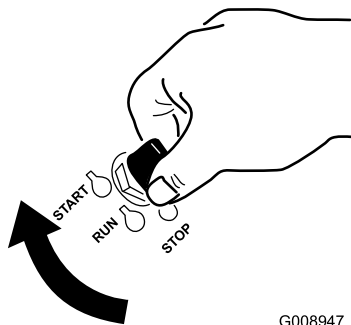

Figura 18
7. Gire la llave de contacto a la posición de Arranque (Figura 18). Cuando el motor arranque, suelte la llave.